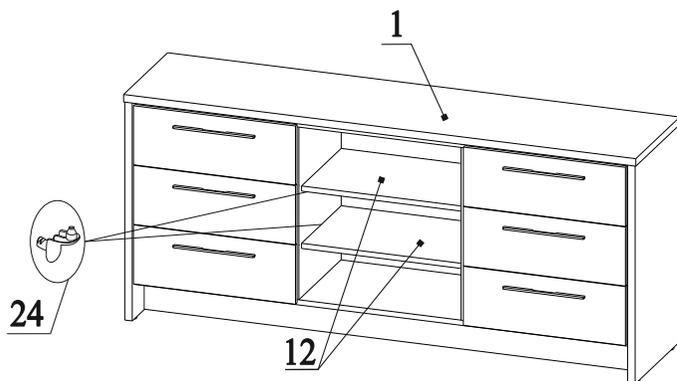

Рис.18
29. Соединить деталь 1 с деталями 2, 3 и 6, затянуть эксцентрики по часовой стрелки до упора (рис.18);
31. Вставить полкодержатели 24 в отверстия на деталях 6 на нужной высоте (рис.18);
32. Установить детали 12 в каркасе тумбы (рис.18);
33. Установить ящики в каркас тумбы (рис. 18);